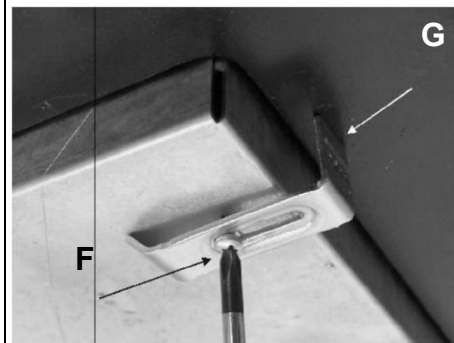

РИС. 10
- Если на кабеле электропитания С (см. рис. 10) отсутствует вилка, установите стандартную вилку, соответствующую нагрузке, указанной на заводской наклейке. Подключите кабель в соответствии со схемой на рис. 10. Обязательно соблюдайте эти указания: